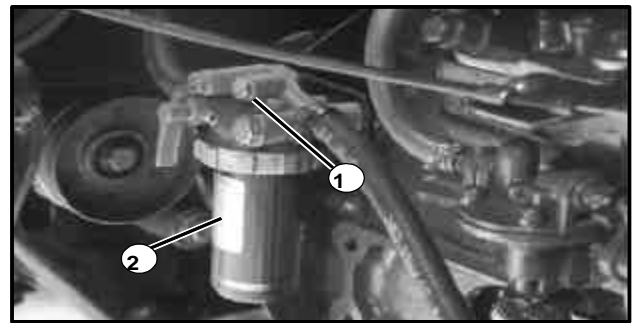

Figure 25
2. Ouvrez le volet d'air sur le dessus du filtre de carburant (voir la fig. 25)